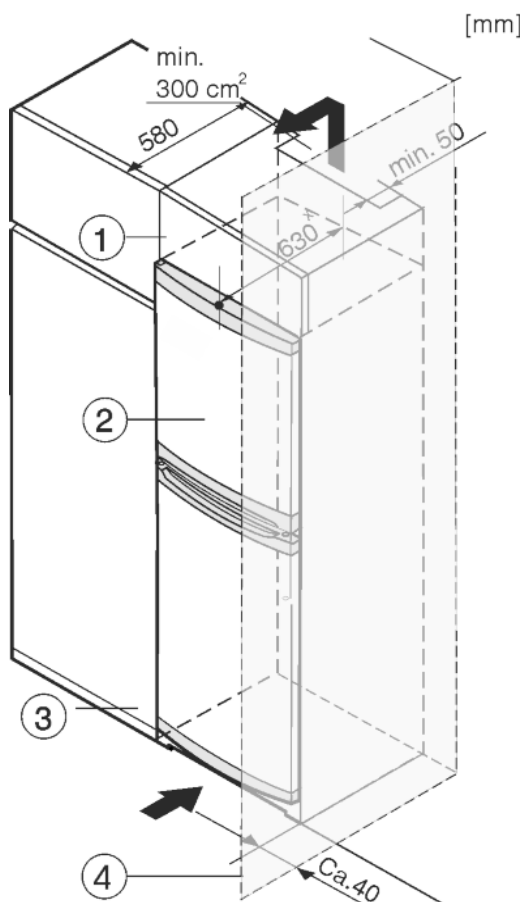

Fig. 7
- (1) Шафа для встановлення на пристрій
- (2) Пристрій
- (3) Кухонна шафа
- (4) Стінка
Пристрій можна комбінувати з кухонними шафами. Для того, щоб пристрій Fig. 7 (2) вирівняти по висоті кухонної секції, на пристрій можна встановити антресольну секцію Fig. 7 (1).
У разі комбінування з кухонними шафами (максимальна глибина 580 мм) пристрій можна встановлювати безпосередньо поряд із кухонною шафою Fig. 7 (3). Пристрій виступає збоку на 34 мм * і посередині на 50 мм * відносно передньої панелі кухонної шафи.
Якщо пристрій встановлюється поряд зі стінкою *Fig. 7 (4)*, відстань між пристроєм та стінкою повинна бути не менше 40 мм. Це відповідає необхідній відстані для ручки після відкриття дверцят.